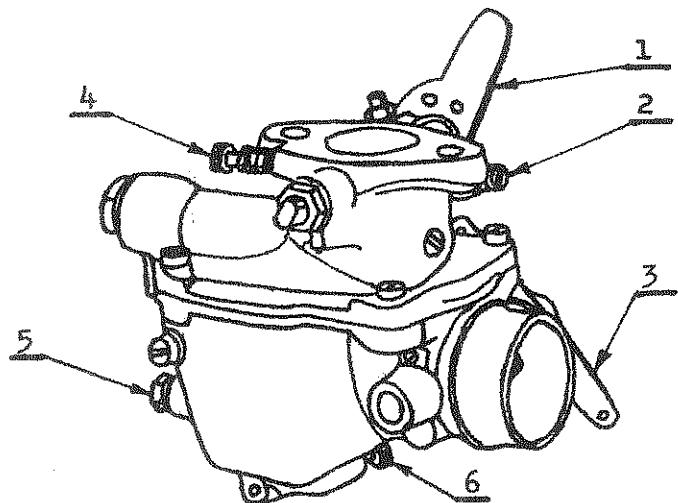

Fig. 3
Karburatoren er justeret fra fabrikken, men det vil som regel være nødvendigt at efterjustere tomgangen, når motoren er tilkørt. Tomgangen skal justeres, når motoren er varm. Blandingsskruen mærket 4 på fig. 3 skrues ud, indtil motoren begynder at gå ujævt, derefter skrues den langsomt tilbage, til motoren går jævt i tomgang. Tomgangshastigheden justeres på tomgangsskruen mærket 2 på fig. 3.
3. Luk chokerspjældet - se fig. 3.
Når motoren er kold, kan startenlettes ved at lukke chokerspjældet mere eller mindre. Chokerspjældet betjenes med armen mrk. 3 på fig. 3.